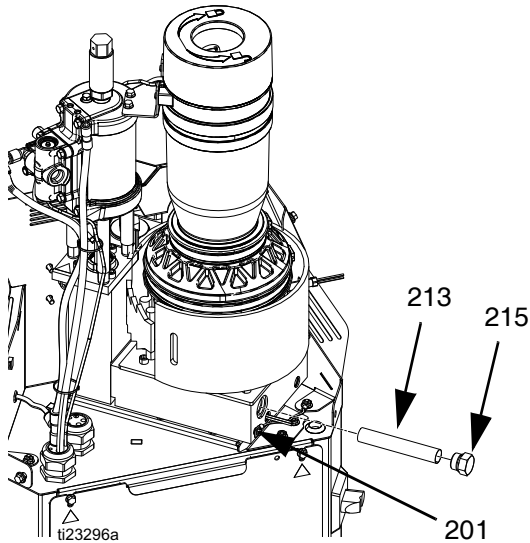

图 24
注：为确保胶粘剂是胶体而非液体状态，当温度超过所需温度时，不要将入口过滤器盖 (215) 移除。如果温度太低，则可能是胶粘剂粘度太高而无法卸下入口过滤器 (213)。参见图 24（第 42 页）。